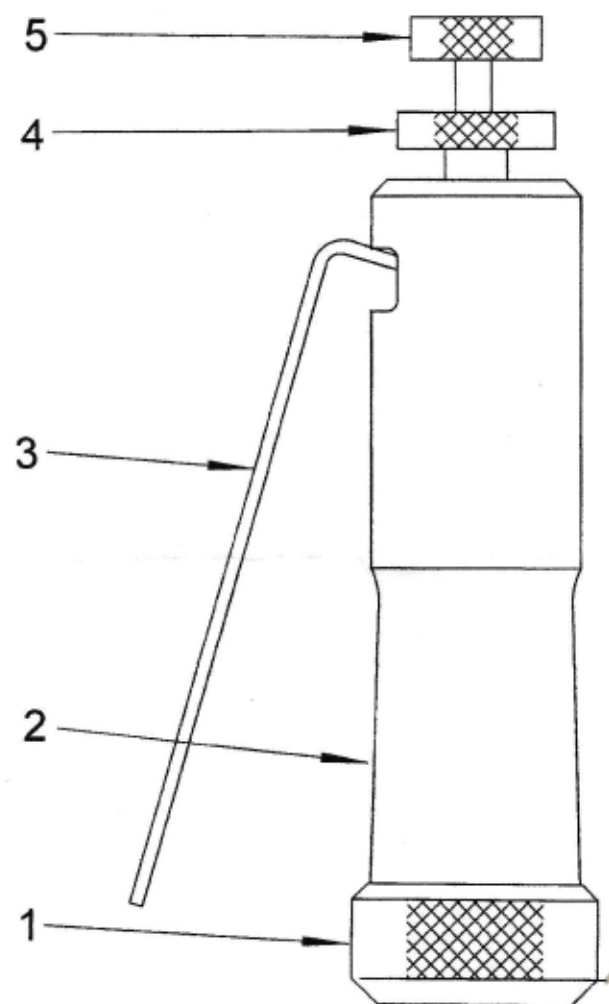
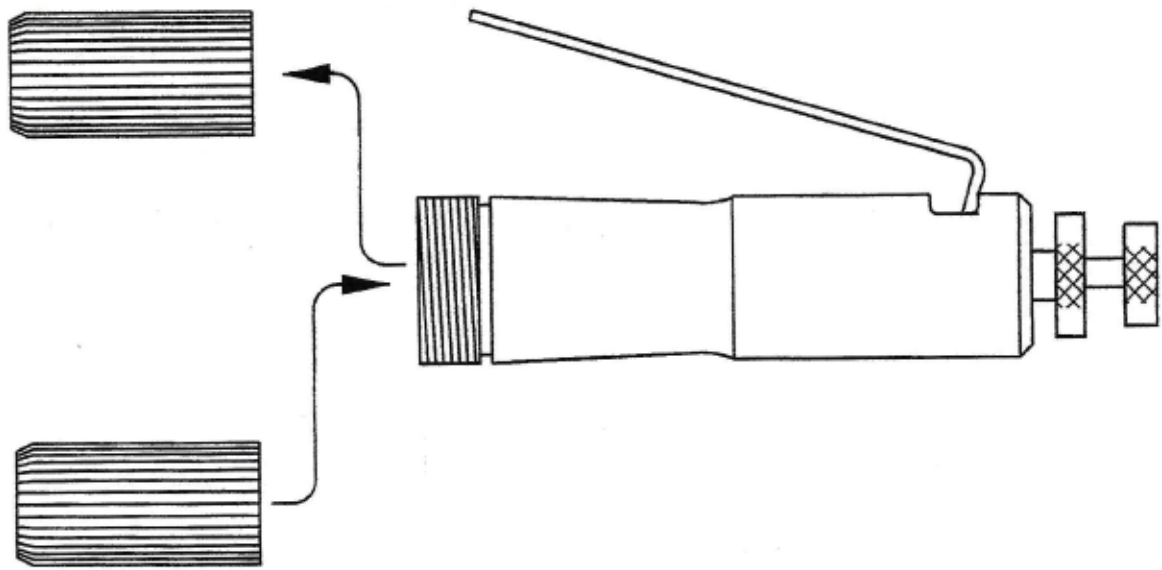
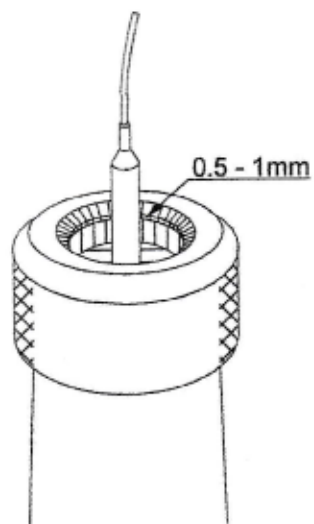

FIGURE 1
FIGURE 2
FIGURE 3
(Fig.1) (Fig. 2)
Si ce n'est pas le cas, desserrez l'écrou principal (*1 fig. 1*) en le tournant dans le sens anti-horaire en regardant la machine d'au dessus, puis extrayez la tête de sertissage et remplacez la par une autre de taille différente, remplacez l'écrou en le vissant (sens horaire en regardant la machine d'au dessus).
III) Ajustez la force de sertissage. Si la tête de 15mm a été remplacée par une tête de 20mm, il sera nécessaire de faire un ajustement préalable avant de tester la machine. Dans ce cas, notez tout d'abord la position du marqueur sur le dessus de l'écrou de réglage (*5 fig. 1*), puis desserrez l'écrou bloqueur (*4 fig. 1*) (sens anti-horaire en regardant la machine d'au dessus) et tournez l'écrou de réglage (*5 fig. 1*) deux tours complets dans le sens anti-horaire (en regardant la machine d'au-dessus) avant de tester la machine.
Si le collier de 15mm a été placé après le collier de 20mm, suivez la même procédure, mais tournez l'écrou de réglage (*5 fig.1*) deux tours complets dans le sens horaire à la place.
IV) Testez la machine sur une bouteille vide. Si le sertissage est faible, et que la pompe tourne sur la bouteille, il sera nécessaire de serrer plus. Tournez l'écrou de réglage (*5 fig. 1*) d'un quart de tour à la fois dans le sens horaire (en regardant la machine d'au dessus) et re-testez le sertissage. Répétez cette opération si nécessaire jusqu'à obtenir un sertissage satisfaisant. Si le levier de sertissage (*3 fig. 1*) ne peut être poussé jusqu'à au moins la moitié de sa course et que le sertissage n'est pas correct, ou s'il y a des marques de dents sur le côté de la pompe, alors ajustez l'écrou de réglage (*5 fig. 1*) par quart de tours successifs.
Lorsque le sertissage est correct, serrez l'écrou bloqueur (*4 fig. 1*) en serrant dans le sens horaire en regardant la machine d'au dessus.
(Fig. 3)
V) Si l'écrou de réglage (*5 fig. 1*) a été tourné loin de sa position d'origine, tournez la machine à l'envers et placez une pompe dans la tête de sertissage (*fig. 3*).
La position correcte de la pompe dans la tête de sertissage doit ressembler plus ou moins à la figure 3.
Toujours serrer l'écrou bloqueur (*4 fig. 1*) une fois que le réglage est correct.